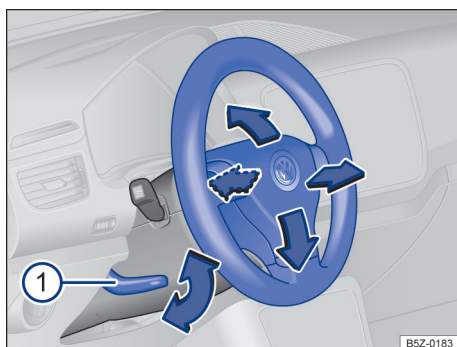

Fig. 56 Ajustar a posição do volante.
- Empurrar a alavanca para baixo → Fig. 56 ①.